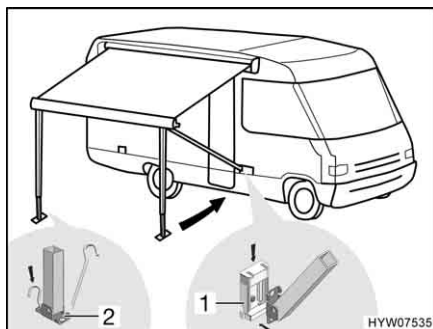

Fig. 31 Fissaggio dei montanti di supporto
- Incastrare i montanti di supporto nei supporti (Fig. 31,1) sul veicolo (se presenti), oppure fissarli sul terreno con dei puntelli (Fig. 31,2).